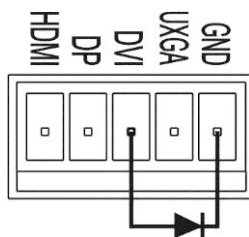

Рис. 7. Пример подсоединения светодиодного индикатора дистанционного контроля выбора входов для входа DVI
3. Соедините контакт 3 блока съемных клемм с анодом дистанционного светодиодного индикатора DVI (см. пример на рис. 7).